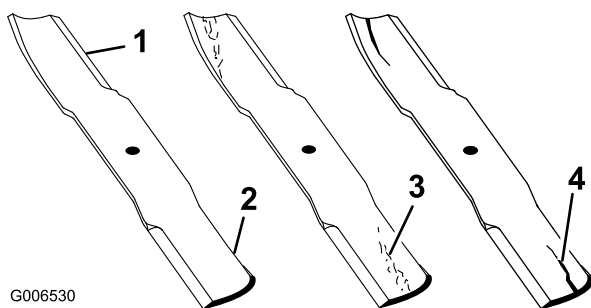

Figure 63
1. Examinez le tranchant des lames (Figure 63). Si les lames ne sont pas tranchantes ou si elles présentent des indentations, déposez-les et aiguisiez-les (voir Aiguisage des lames).
2. Inspectez les lames, surtout la partie relevée (Figure 63). Remplacez immédiatement toute lame usée, endommagée ou qui présente une entaille (repère 3 de la Figure 63).